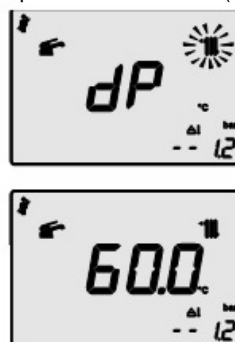

Figura 7.6
- Utilice los botones 18 o 19 (Figura 7.2) hasta llegar al estado dP (deshollinador activado al máximo en agua sanitaria); el display muestra dP alternado con la temperatura del intercambiador primario de la caldera (Figura 7.6).